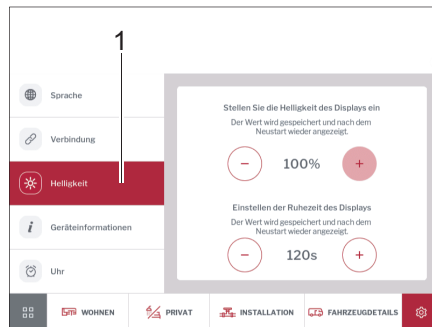

Bild 274 Helligkeit
- Auf Schaltfläche *Helligkeit* (Bild 274,1) tippen.